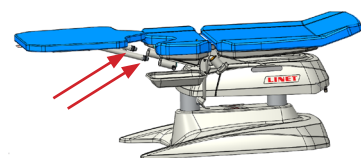

Fig. 1 1 Montaje de la superficie del paciente
- 2) Inserte las barras guía en los dos orificios del soporte bajo el asiento (Fig. 1)